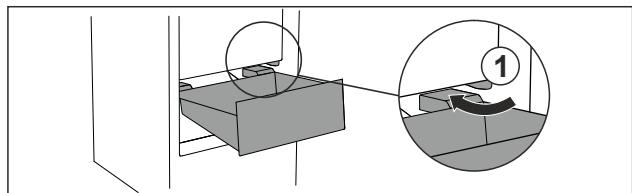

Fig. 93
- Schubfach schräg um die Stopfer Fig. 93 (1) herumführen.